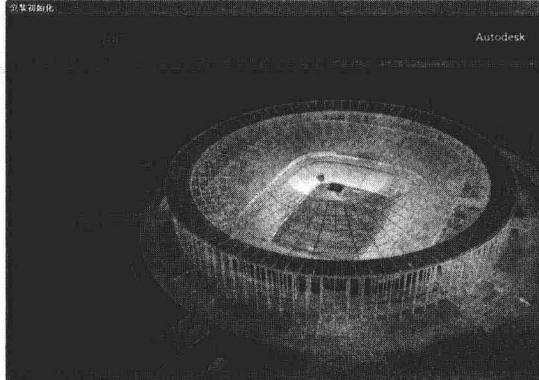

图1-1 【安装初始化】窗口
- (1) AutoCAD 2013的安装方法和前面几代的软件安装类似，运行光盘安装程序或者双击光盘图标，进入【安装初始化】窗口进行安装，如图1-1所示。